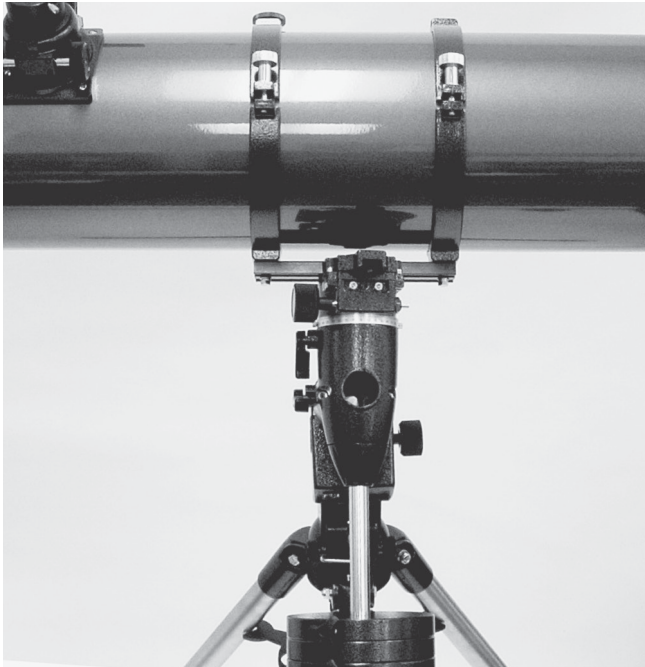

Figura 8. Il tubo ottico deve essere a un angolo di 90° rispetto all'asse di ascensione retta per poter vedere attraverso il cercatore dell'asse polare.
1. Allentare la leva di blocco della declinazione e ruotare il tubo ottico sull'asse di declinazione in modo che il tubo risulti a 90° rispetto all'asse di ascensione retta (**Figura 8**). Serrare la leva di blocco della declinazione.
2. Allentare la leva di blocco della declinazione e ruotare il tubo ottico sull'asse di declinazione in modo che il tubo risulti a 90° rispetto all'asse di ascensione retta (**Figura 8**). Serrare la leva di blocco della declinazione.